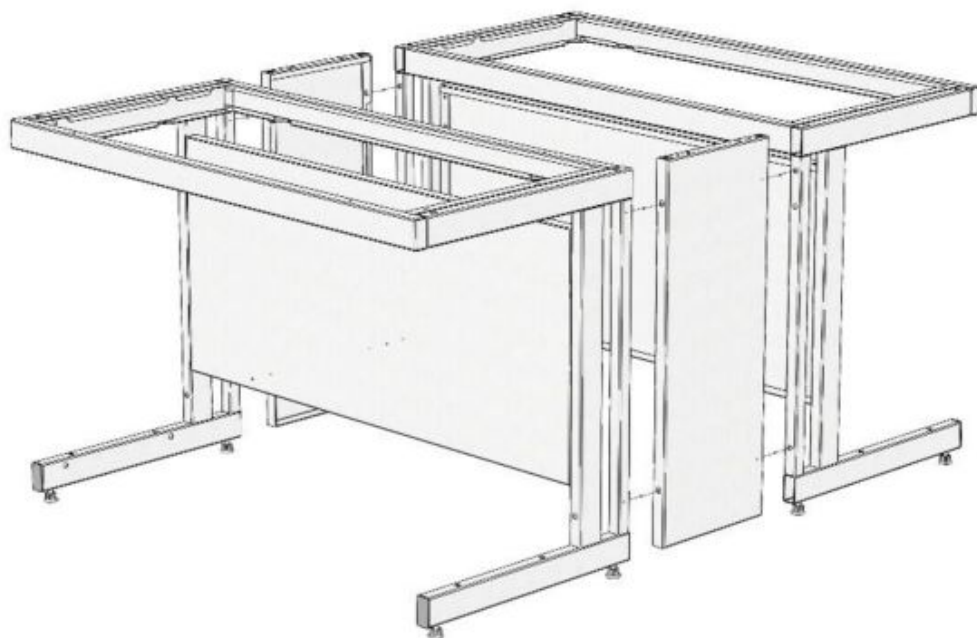

Рис. 2. Сборка каркасного основания
- 6.3. Собрать каркасное основание, соединив каркасы столов с боковинами тех. приставки, используя болты М8х16 и шайбы 8 (Рис. 2).